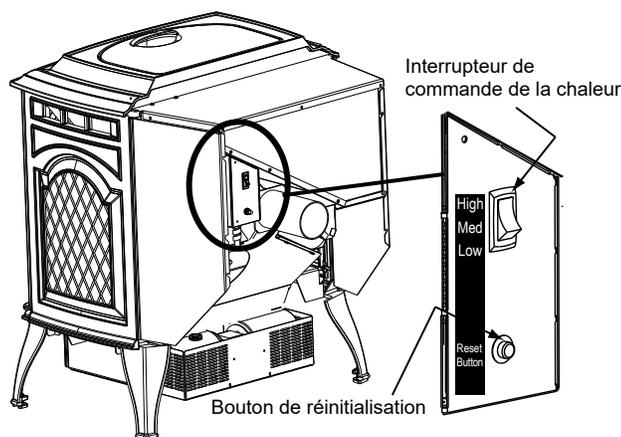
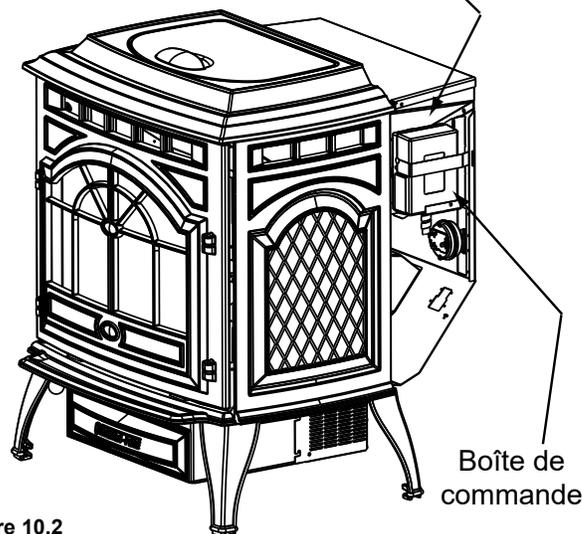

Figure 10.1
Figure 10.2
Cet appareil est doté d'un interrupteur de commande du chauffage à trois positions ou taux de combustion : bas, moyen et haut. L'appareil se met en marche ou s'arrête quand le thermostat le demande. Quand le thermostat demande de la chaleur, l'appareil démarre toujours sur le taux de combustion prédéfini. Si l'appareil est réglé sur une des positions basses, il sera plus silencieux, mais il lui faudra plus de temps pour chauffer une pièce comparé à s'il était réglé à un taux plus élevé de combustion. Peu importe le taux de combustion, l'appareil s'arrête quand la température de la pièce correspond au réglage du thermostat (Figure 10.1).
3. Localisez l'interrupteur de contrôle de l'intensité du chauffage situé au dos de l'appareil du côté droit supérieur (Figure 10.1). Réglez-le sur « haut » en enfonçant l'extrémité de l'interrupteur de contrôle, puis réglez le thermostat sur la température maximum. Retirez le panneau de droite et le voyant d'appel rouge situé à gauche de la boîte de commande s'allumera (Figure 10.2). Cela indique que le thermostat demande de la chaleur.
3. L'appareil peut parfois brûler tout le combustible et s'arrêter automatiquement (Figure 10.2 on page 10). Dans ce cas, le voyant d'appel rouge sera allumé (**Figure 10.1 on page 10**). Pour le remettre en marche, remplissez la trémie et pressez le bouton de réinitialisation. Le voyant d'appel rouge s'éteint quand vous pressez le bouton de réinitialisation. Relâchez le bouton et le voyant se rallumera. Vous devez voir des flammes apparaître après un court instant. Si ce n'est pas le cas, suivez les instructions de la rubrique « Allumage de votre premier feu ».